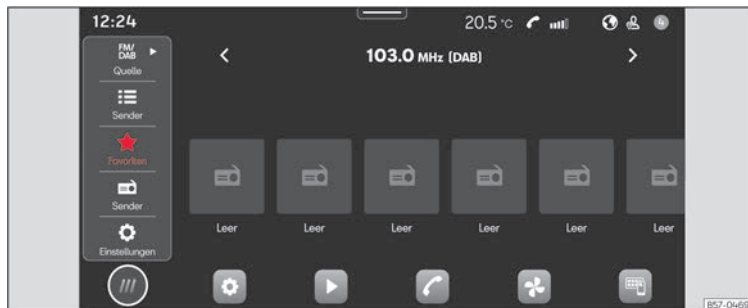

Abb. 132 Schematische Darstellung: Ansicht Radio.
- Drücken Sie **HOME** > > (Abb. 132).